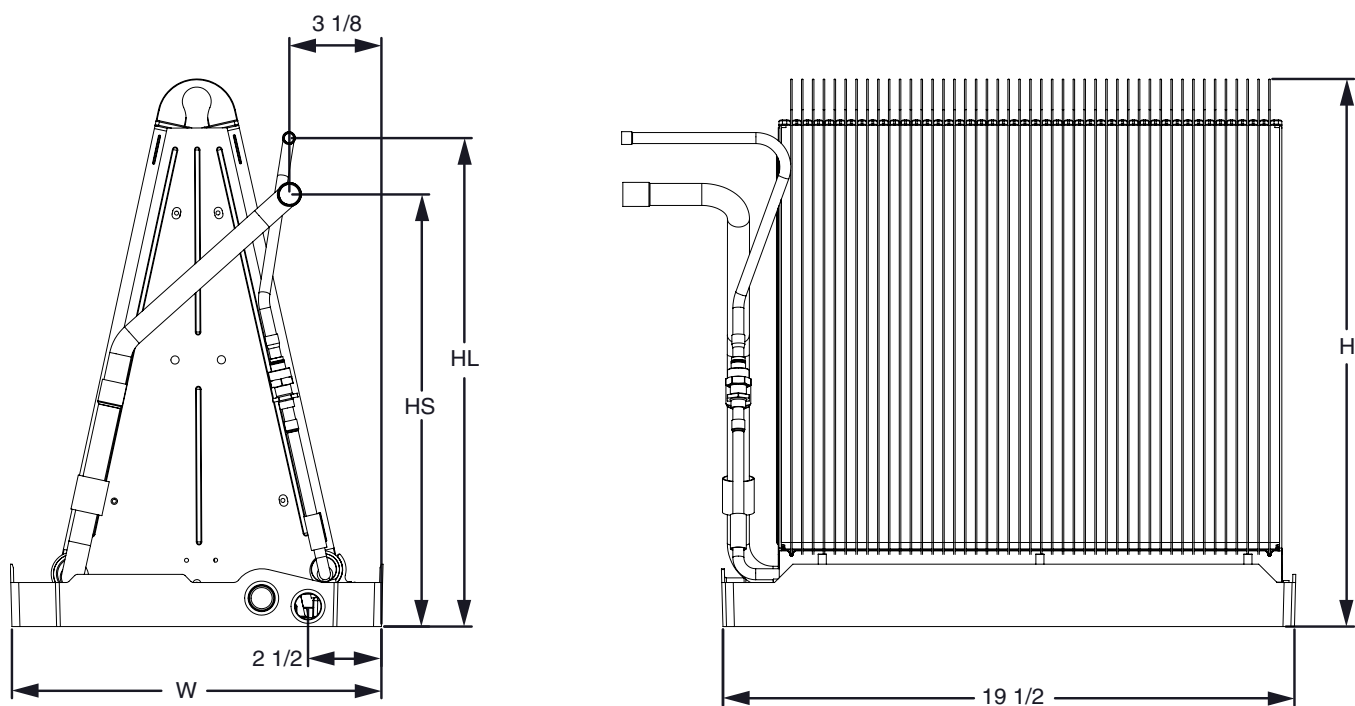

Figure 5. Dimensions du serpentin C7 (sans détendeur thermostatique)
2. Installez le boîtier du serpentin sur la sortie d'air de la fournaise et mettez-le au niveau au besoin pour assurer l'évacuation adéquate du condensat. Au besoin, fabriquez une plaque pour adapter le serpentin à l'ouverture d'évacuation d'air. Consultez la Figure 5 (page 6) pour les dimensions du serpentin.